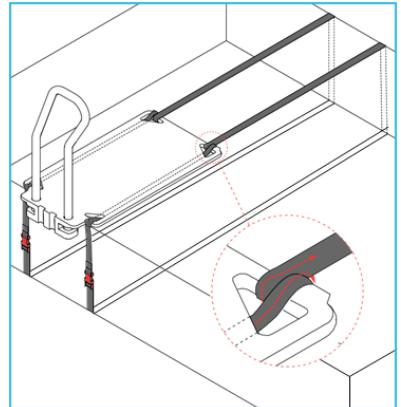

Abbildung 3
3.1d Nehmen Sie den ersten Gurt. Stecken Sie die weibliche Schnalle durch einen der dreieckigen Schlüsseleinschlüsse in der Nähe des Handlaufs und machen Sie einen Knoten. Die Schnalle sollte etwa 50-75 mm an der Seite des Bettes herunterhängen (siehe Abb. 3).
3.1f Führen Sie den Gurt über die Oberseite des Bettes zurück unter das Diwanbett (siehe Abb. 3). Um den Gurt unter dem Lattenrost zu befestigen, führen Sie den Gurt bis zum Ende des Sockels, heben Sie das Ende des Sockels an und führen Sie den Gurt unter den Beinen/Rollen durch.
3.1j Wiederholen Sie den Vorgang für den zweiten Gurt, der auf der anderen Seite des Betthebelbretts angebracht wird. Hebelplatte. Die Bettauflage sollte nun vollständig an der Liegefläche befestigt sein Sockel befestigt seiin. (siehe Abb. 3).